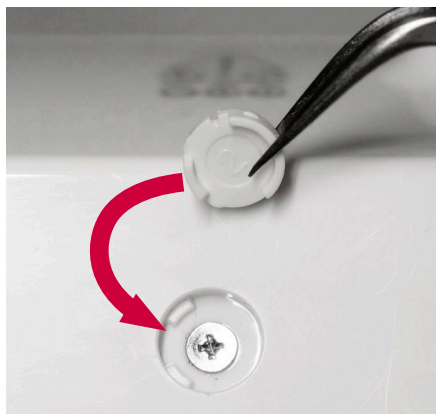

Abbildung 39 Einrasten der Schraubenabdeckungen
g) Einrasten der Schraubenabdeckungen (Abbildung 39)